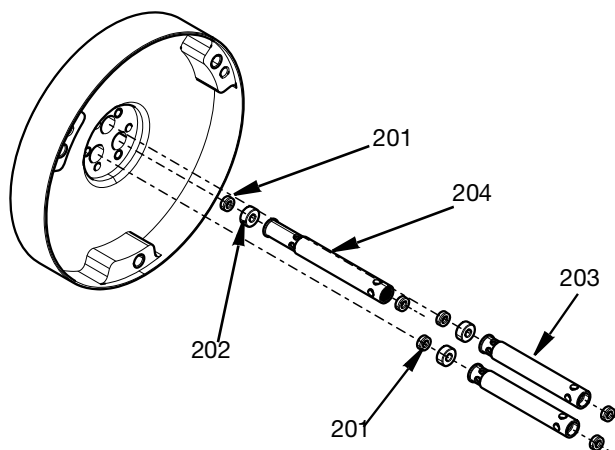

FIG. 26
6. Insérez les entretoises de la garniture d'entrée (203) et l'entretoisse de la garniture de retour (204), les joints de la tige (201) et les paliers de la tige (202) dans le corps central. Voir **Kit d'outils pour l'insertion et le retrait des joints 25T489** page 35 pour l'installation des joints de la tige. Notez que l'entretoisse de garniture de retour plus longue (204) est placée dans la chambre III comme indiqué sur l'avant du corps central. Voir FIG. 26.